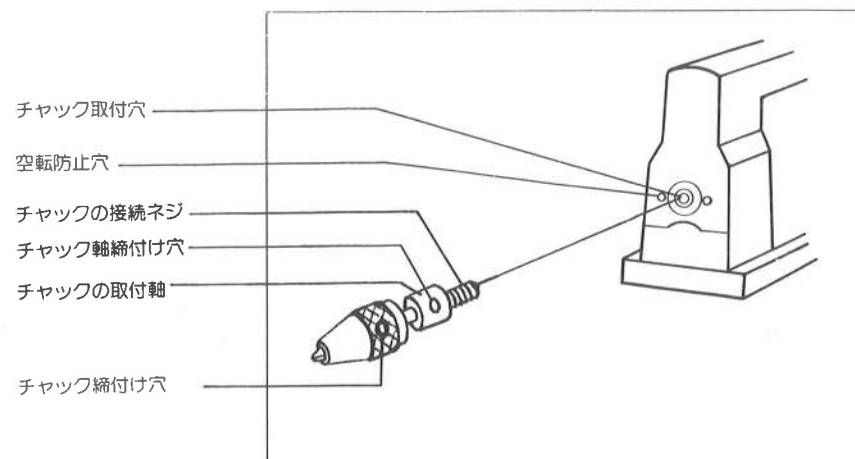

図13
■市販のフレキシブルシャフトを接続するときは、本機専用の接続子チャックをご使用下さい(図13参照、チャック別売)
- (1)接続チャックを本機に接続するときは、本体後面の取付穴にチャックの取付軸を差し込み、右に回すと締まります。